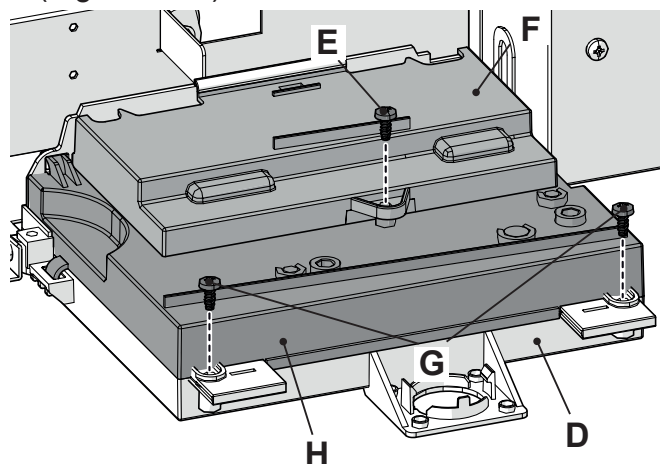

Figura 9.29
per liberare i cavi dai pressacavi (Figura 9.29).
- Svitare le viti **G** e sollevare il coperchio **H** (Figura 9.29).